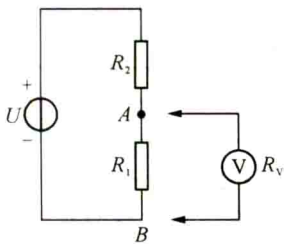

图 2-3 误差计算示例电路
(3) 用指针式万用表直流电压 10 V 挡量程测量图 2-3 电路中 R_1 上的电压 U_{R_1} 之值,并计算测量的绝对误差与相对误差。数据填入表 2-3 中。